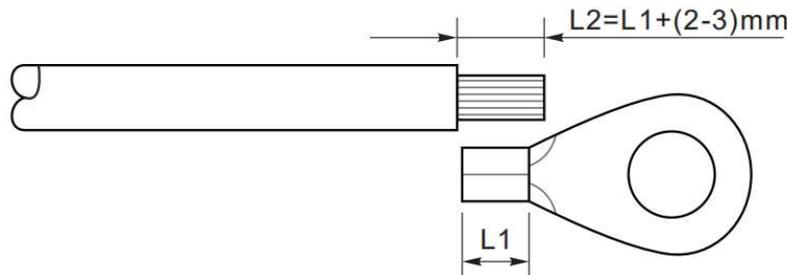

Figura 5-2 Instruções para conexão de aterramento (1)
**Passo 1:** Remova a camada isolante sobre um comprimento apropriado usando decapador, como na figura 5-2.